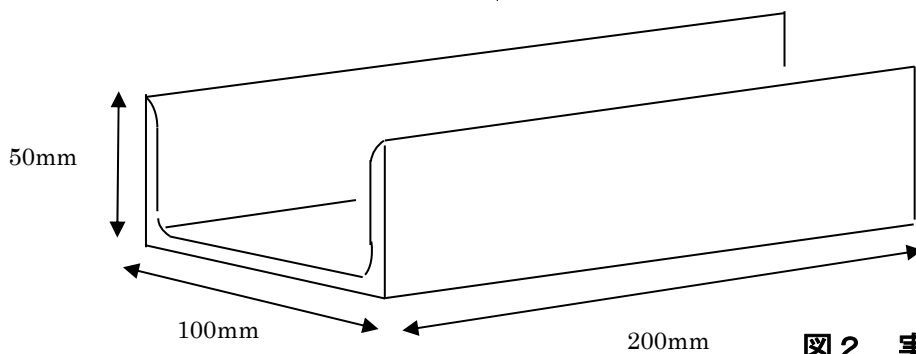

図 2 実技材台の形状
(6) 溶接による変形は、逆ひずみ法によって防ぐものとする。
(7) エンドタブは使用禁止とする。又、捨て金を使用して連続溶接を行ってはならない。
(8) 実技材台は、主催者が準備したものを使用すること(P3の図2を参照)。
(9) 練習材は、作業台に準備されている実技材台を使用し、練習を行ってもよい。
(10) 溶接は、タック溶接(仮付)部を除いて片面溶接とし、裏面から溶接をしてはならない。
(11) 溶接方向は、左進、右進又はそれらの混用のいずれでもよい。ただし、1パス中の混用は認めない。
- (12) 溶接層数及びパス数は自由とする。
- (13) 溶接中及び溶接後において、変形の矯正は禁止する。
- (14) たがねは、スラグやスパッタを取るために使用するのはいいが、溶接金属をはつき取る目的で使用してはならない。